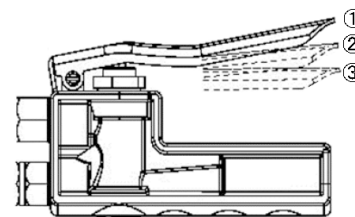

Fig. 5
- 5) 圧力計の数値が適正のタイヤ圧ではない場合、次の要領にてタイヤの空気圧を調整してください。（Fig.5）
空気圧が不足の場合：レバーを強く握り（レバー位置③）、充填してください。（Fig.5）
空気圧が過剰な場合：レバーを弱く握り（レバー位置②）、減圧してください。（Fig.5）
タイヤの空気圧確認：レバーの握りを離してください。（レバー位置①）（Fig.5）